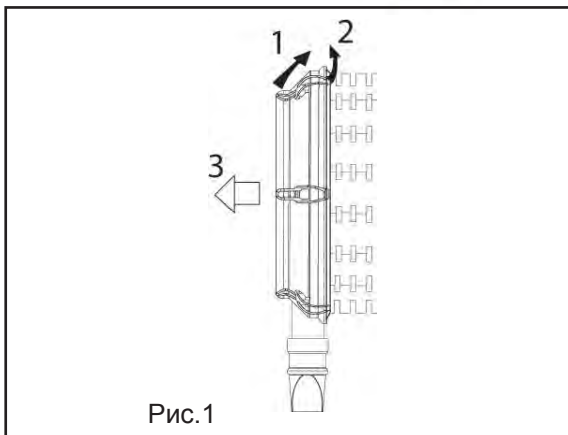

Рис.1
- Остановите двигатель и осмотрите многоручьевой ремень (1), процедуру см. в пункте 2.4.1.
- Замените ремень (1) при повреждениях или износе, см. рисунки 1-3 ниже.
- Убедитесь, что автоматический натяжитель ремня (2) находится в надлежащем рабочем состоянии и обеспечивает достаточную натяжку ремня.
- Тщательно проверьте многоручьевой ремень. Если на многоручьевом ремне имеется одна или несколько трещин, как показано на рис. 1, ремень подлежит замене.
1. Откройте все зажимы и снимите крышку (рис.1)